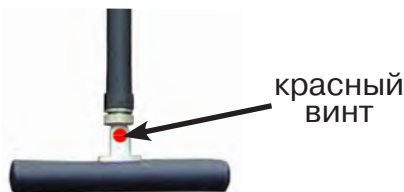

Рис.9.4
По направлению «стрелки» можно отличить «свой» сигнал от «чужого», поскольку направление тока в «своей» коммуникации противоположно «перенаведенным» токам, протекающим по «чужим» коммуникациям. Направление сигнала - вперед (↑) является условным понятием и «назначается» оператором для данного положения датчика относительно данной трассы, которое фиксируется оператором по метке в виде красного винта (рис. 9.4), расположенной на одной из сторон датчика ЭМД-247.
4. «Назначение» производится нажатием кнопки **f** при расположении датчика точно над «выделенной» коммуникацией, считающейся «своей». После этого указатель направления сигнала приобретает вид - (↓). При переходе на «чужую» коммуникацию с другим «направлением сигнала» (или при изменении положения датчика на «обратное») раздастся звук и стрелка покажет «направление сигнала - назад (↓)» (рис.9.4)